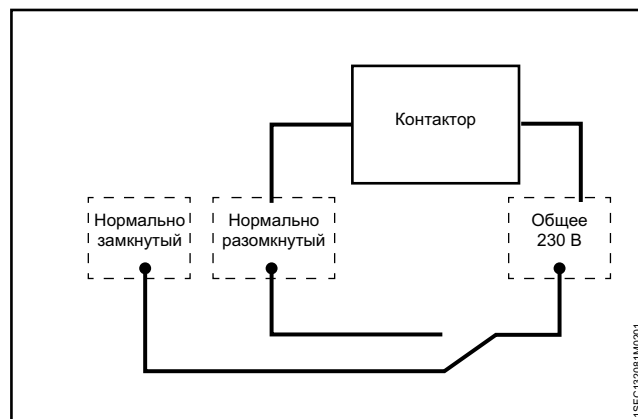

Рис. 7.8
Каждое реле оснащено тремя клеммами: одной клеммой общего назначения (COM), одной нормально разомкнутой клеммой (NO) и одной нормально замкнутой клеммой (NC). См. **Рис. 7.8**.